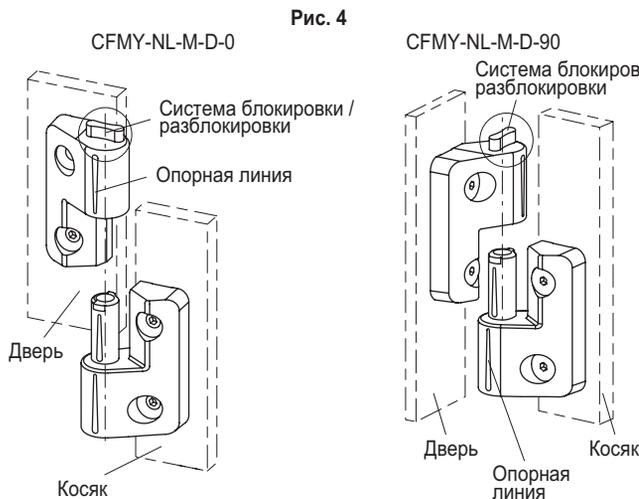

Рис. 4
**ИНСТРУКЦИИ ПО МОНТАЖУ (РИС. 4)**